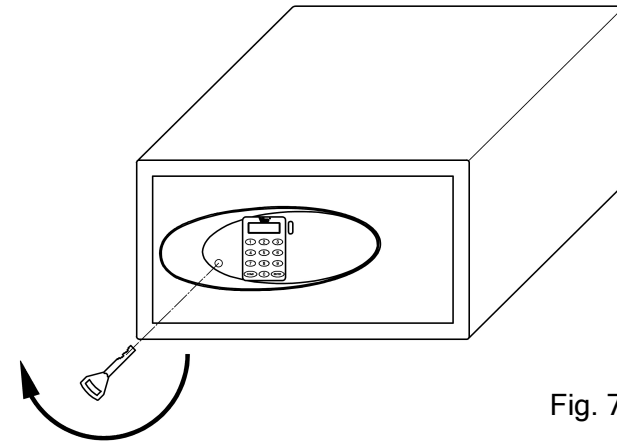

Fig. 7
1. Rimuovere il tappo di plastica sullo sportello così da accedere al foro d'introduzione della chiave (vedi Fig. 7 a pag. 32).